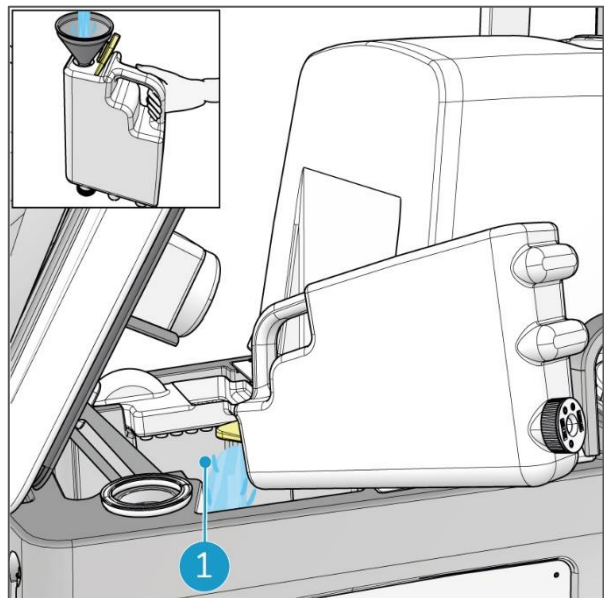

Figura 53
3. Tenere il serbatoio del detersivo per la maniglia e versare ca. 2 litri di acqua, utilizzare un imbuto. Scuoterlo. Versare il contenuto nel serbatoio di recupero (Figura 53, pos 1).